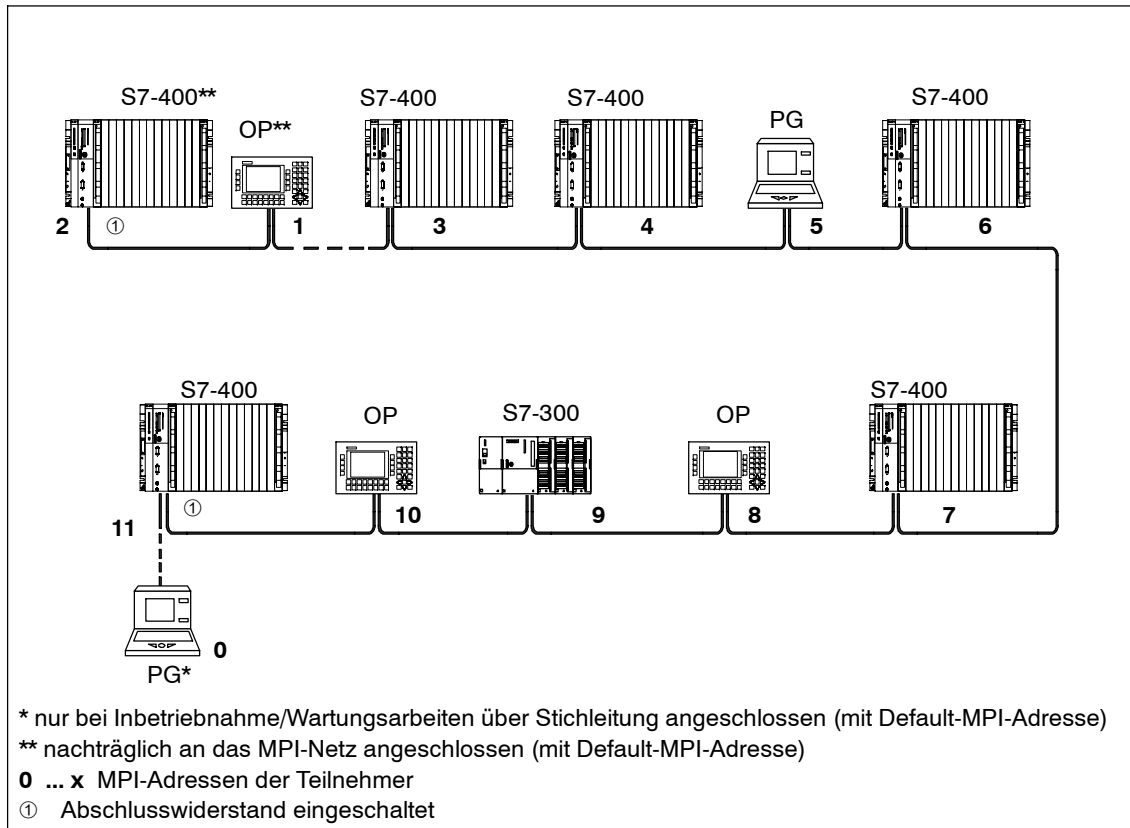

Bild 5-1 Beispiel für ein MPI-Netz
Bild 5-1 zeigt ein Beispiel für die Anwendung des "Mehrpunkt-Prinzips". An den Automatisierungssystemen S7-400 sind über die MPI-Schnittstelle mehrere Operator Panels (OP) angeschlossen. Sie können zusätzlich ein Programmiergerät anschließen, ohne ein Operator Panel entfernen zu müssen.